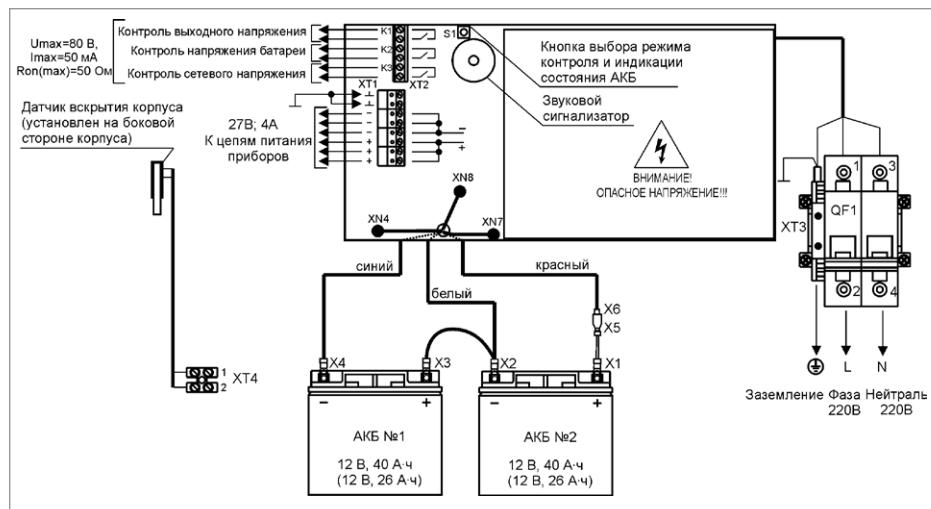

Рисунок 11. Схема подключения РИП-24 исп.06
1.4. Схема подключения приведена на рис. 11.
1.13. Проверьте правильность произведённого монтажа в соответствии со схемой подключения (Рис. 11).
- 2.11. Отключите обе АКБ от платы РИП, отсоединив контакты X1, X2, X3, X4 от клемм АКБ (см. рис. 11).